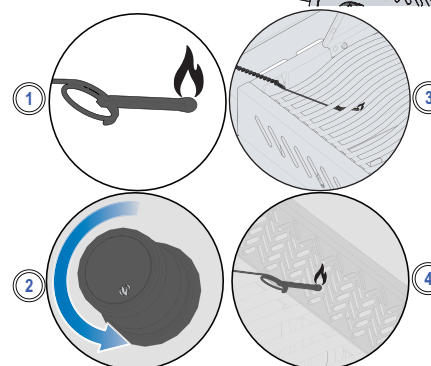

Bild 4
3. Medan du vrid den motsvarande brännarens vred till hög värme. (Bild 4)